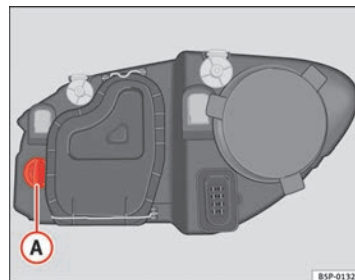

Fig. 164 Ampoule du clignotant
- Tournez la douille d'ampoule ⇒ fig. 164 Ⓐ vers la gauche puis tirez.